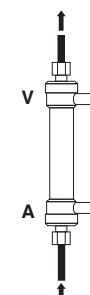

Fig.4 / Abb. 4 / Εικ. 4
- Spoel de bloedlijn van de dialysator en de bloedlijn met meer dan 1000 ml fysiologische zoutoplossing bij ongeveer 100 ml/mm. (Fig. 4)